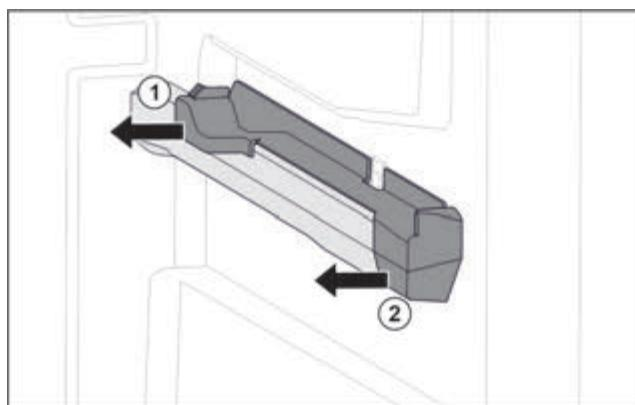

Fig. 71 Вставна частина на правому ребрі для резервуару
- Відсунути вставну частину назад вбік. Fig. 71 (1)
- Відсунути вставну частину вперед вбік. Fig. 71 (2)